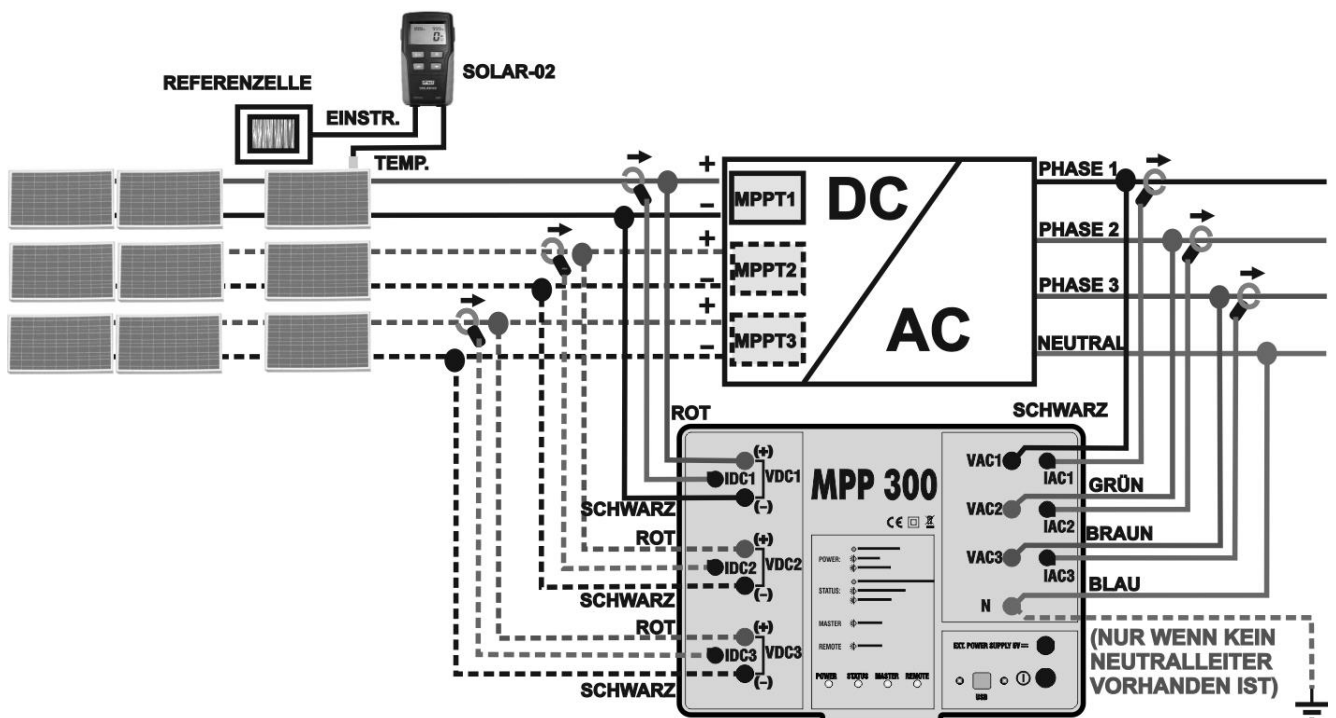

Abb. 6: Anschluss des MPP300 zur Prüfung von PV Anlagen mit 3 Phasen AC
12. Schließen Sie den **VAC1** und den **N** Eingang des **MPP300** richtig an die entsprechenden Ausgänge des Wechselrichters an und beachten dabei die Kabeladernfarben der Abbildungen 5 oder Abb. 6. Bei Dreiphasensystemen ohne Nullleiter verbinden Sie den **N** Eingang mit der Schutzerdung.
14. Schließen Sie die AC Strommesszange des ersten MPPT am Phasenleiter L1 **unter BeVORSICHT der Pfeilrichtung** an der Stromzange an (siehe Abb. Abb. 5 oder Abb. 6). Bringen Sie die AC Stromzange so weit wie möglich vom Wechselrichter und vom Null-Leiter entfernt an. Verbinden Sie den Ausgang **IAC1** der Stromzange mit dem Eingang des MPP300.